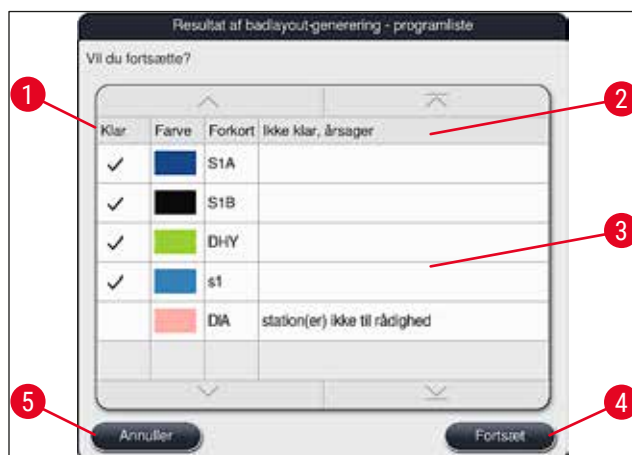

Fig. 52
- Hvis der er valgt flere programmer, end der kan integreres i badlayoutet, informeres brugeren med visningen **Resultat af badlayout-generering** (→ "Fig. 52"). Korrekt integrerede programmer markeres med et flueben i kolonnen **Klar** (→ "Fig. 52-1").